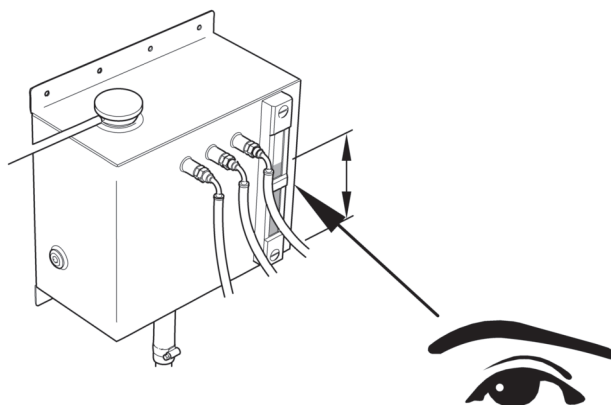

Figura 35
- 8 Compruebe el nivel de refrigerante en el visor (figura 35).